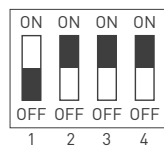

Рис. 1.
- 3.8. При необходимости плавного включения переведите DIP-переключатель номер 1 в положение ON, как изображено на рис. 1 (за исключением арт. 049077).
- 3.9. При необходимости снижения максимальной яркости переведите DIP-переключатели номер 2, 3 и 4, показанные на рис. 1, в требуемые положения в соответствии с таблицей (за исключением арт. 049077).